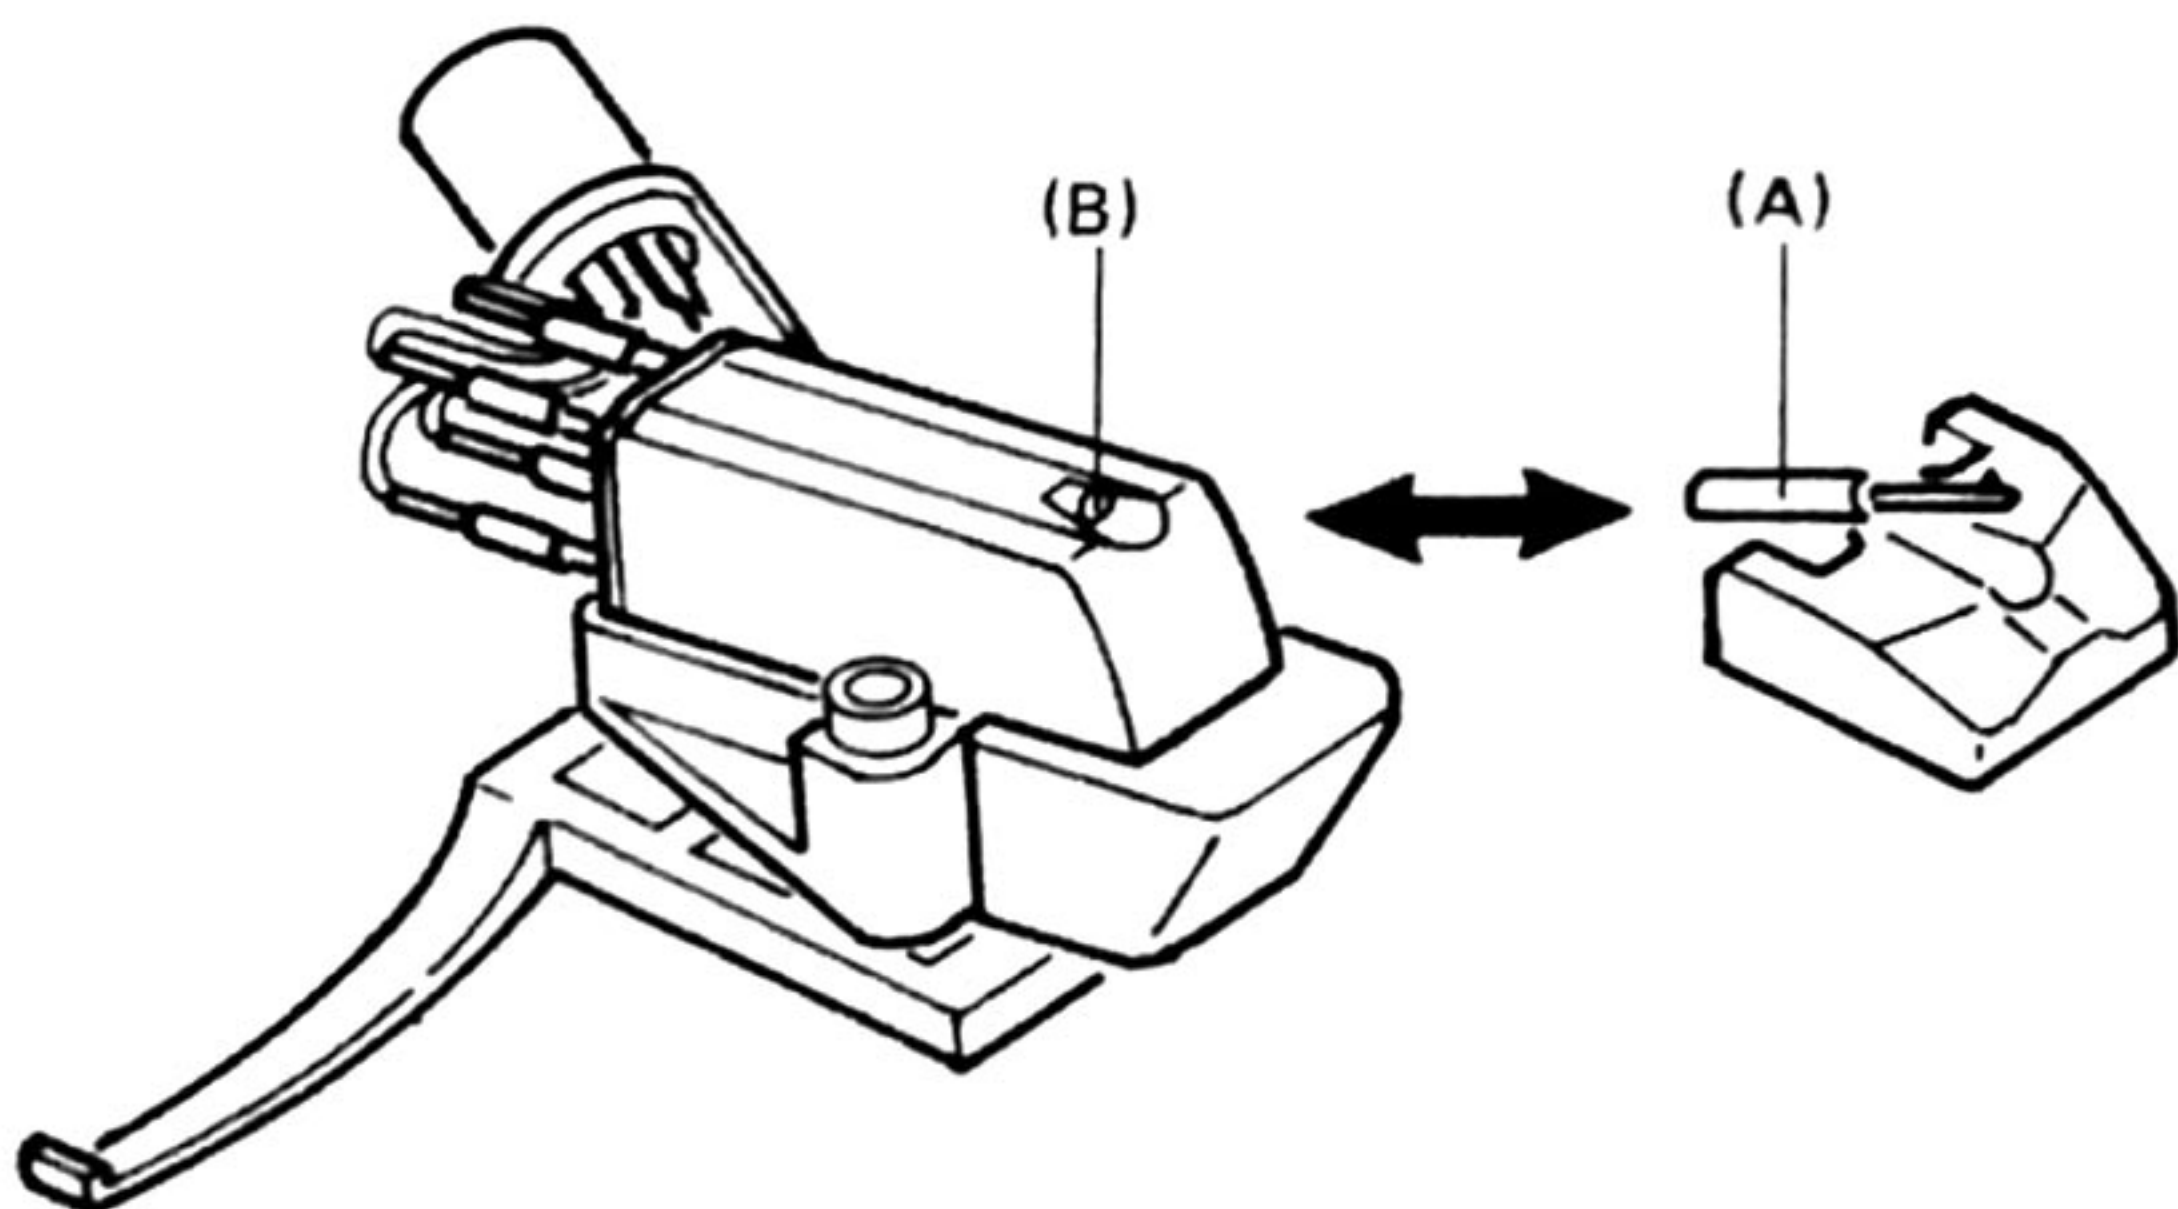

Fig. 11 Abb.11
Replacement of the stylus can be easily made by simply inserting the stylus plug (A) into the jack (B) of the cartridge. (Fig. 11)
Das Auswechseln der Nadel läßt sich leicht durchführen, indem der Nadelstecker (A) in die Buchse (B) des Tonabnehmers gesteckt wird. (Abb. 11)
Le remplacement de la pointe de lecture s'opère facilement par simple insertion de la fiche de la pointe de lecture (A) dans l'orifice (B) prévu sur la tête de lecture. La longévité de la pointe de lecture utilisée sur cette platine est la suivante: (Fig. 11)